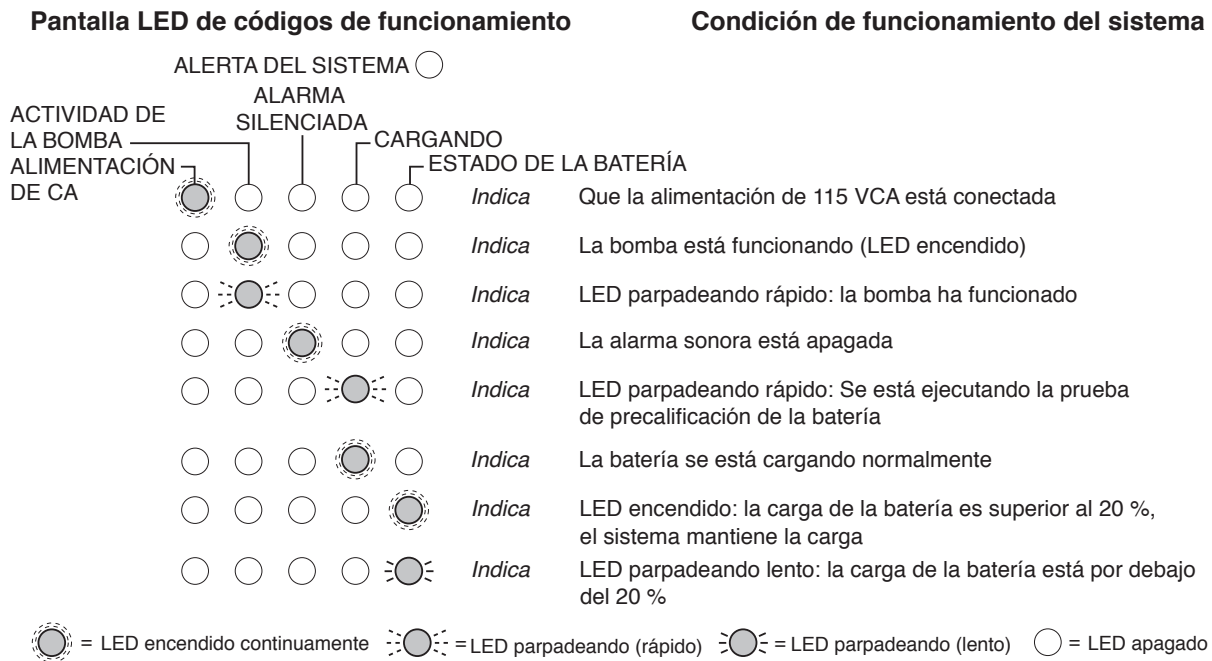

Figura 6: Pantallas de códigos de funcionamiento (LED iluminados continuamente o parpadeando)
- ◆ Cuando la luz de alerta del sistema NO está parpadeando, consulte la Figura 6.